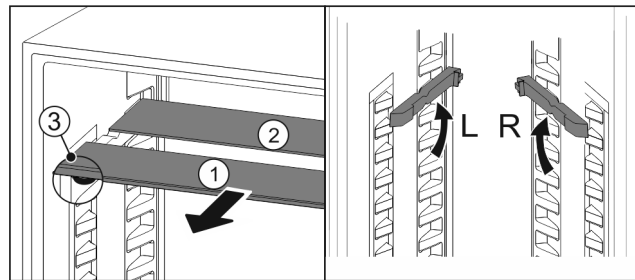

Fig. 119
- ▶ Glasplatten einzeln nach vorne herausziehen Fig. 119 (1).
- ▶ Glasplatte Fig. 119 (1) mit Zierleiste liegt vorne.
- ▶ Stopps Fig. 119 (3) zeigen nach unten.